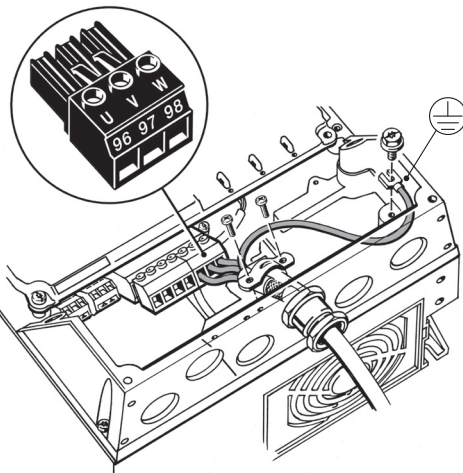

Fig. 22 Raccordement moteur, A4 et A5
1. Raccorder le conducteur de terre à la borne 99 (PE). Voir fig. 22.
2. Raccorder les conducteurs du moteur aux bornes 96 (U), 97 (V), 98 (W) de la fiche du moteur.